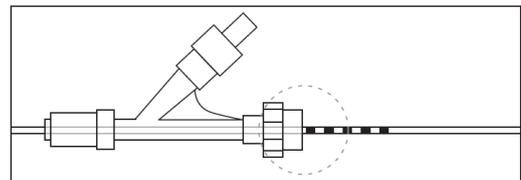

図 1
9. 長さ 150cm のマイクロカテーテルを使用している場合、X線不透過マーカーが回転式止血弁に揃うまで、デリバリープッシャーを進める(図 1)。この時点で X線透視によるガイドを開始する。長さ 150cm 以外のマイクロカテーテルを使用している場合は、これら一連の操作を X線透視下で行う。